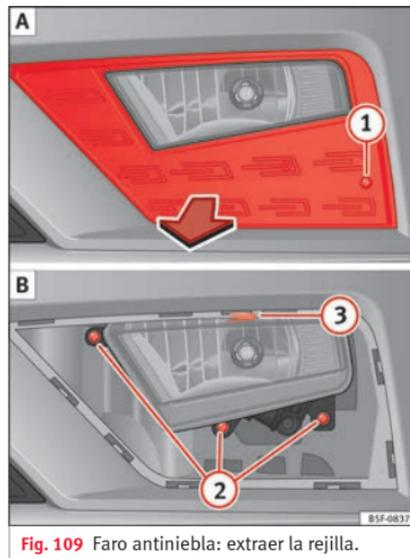
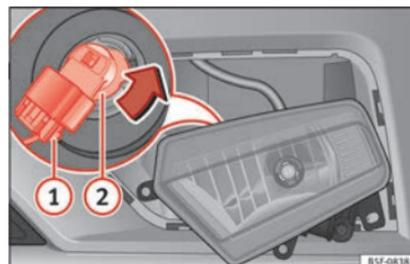

Fig. 109 Faro antiniebla: extraer la rejilla.
Fig. 110 Faro antiniebla: desmontar el portálámparas
1. Retire el tornillo » fig. 109 ① A de la rejilla del faro antiniebla utilizando un destornillador y extraiga la rejilla.
2. Retire los 3 tornillos » fig. 109 ② B.
3. Retire la grapa metálica situada en la parte superior del faro antiniebla tirando hacia el exterior del vehículo ③ B y extraiga el faro antiniebla.
4. Extraiga el conector » fig. 110 ① de la lámpara.
5. Gire el portalámparas ② a la izquierda y tire.